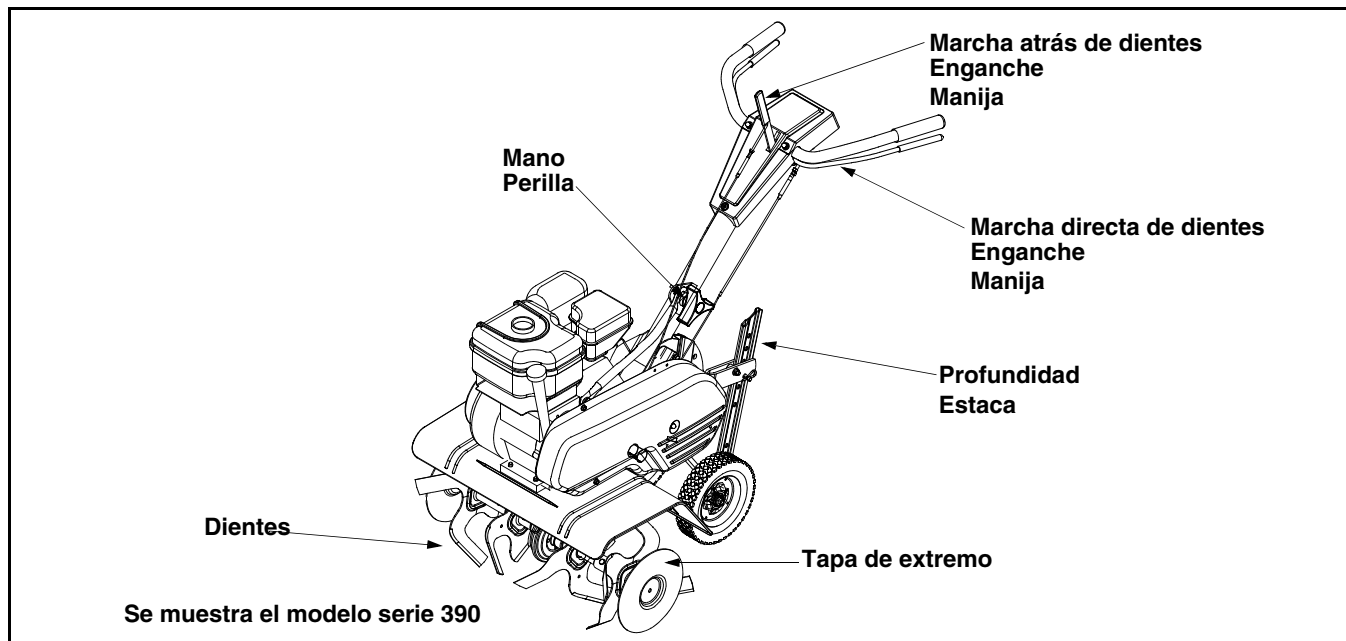

Figura 8
La manija de enganche de marcha directa de los dientes está debajo de la manija de la cultivadora. Apretando la manija hacia arriba contra la manija de la cultivadora se engranan los dientes. Suelte la manija para detener los dientes. Vea la Figura 8.
La palanca de embrague de marcha atrás de los dientes se encuentra encima del panel de la manija. Tire de la palanca hacia atrás para mover los dientes en marcha atrás. Suelte la manija para detener la marcha atrás de los dientes. Vea la Figura 8.
- Asegúrese de que todos los controles están en posición neutral (suelos). Vea la Figura 8.
- Presione el cebador dos (2) o tres (3) veces. Espere aproximadamente dos (2) segundos entre cada presión.